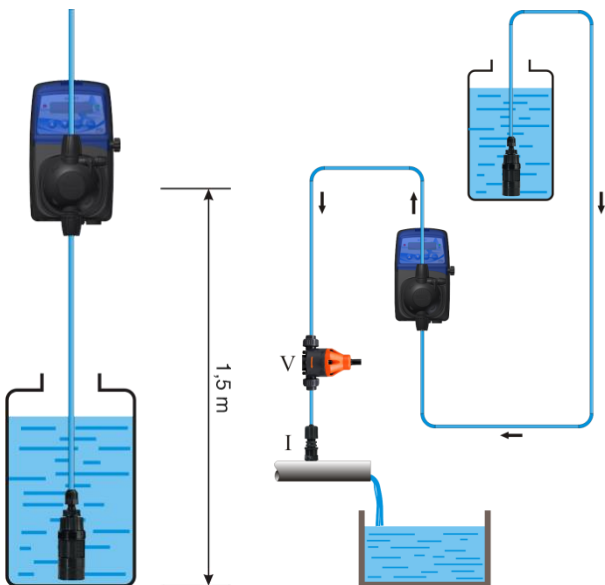

Figura 1
- Ubique la bomba del modo representado en la figura 1, teniendo en cuenta que puede fijarse tanto por debajo como por encima del nivel del líquido que desea dosificar con un límite máximo de 2 metros (recomendamos 1,5 m). El punto de inyección debe situarse siempre por encima del líquido que se desea inyectar.